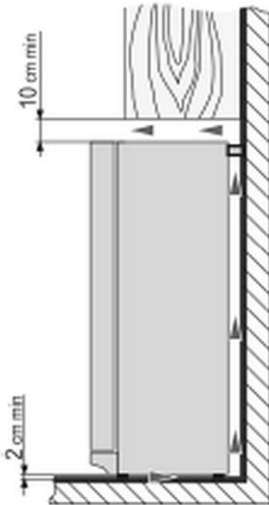

Fig. 3
- Hold en afstand på mindst 10 cm mellem apparatets overside og genstande placeret over det (f.eks. et skab) (fig. 3)